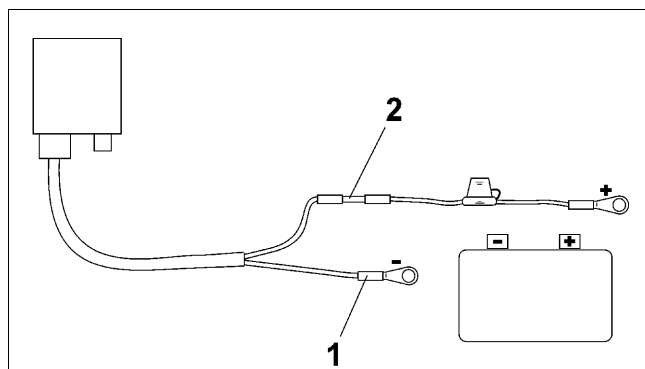

Рис. 4
- Синюю жилу кабеля (масса) введите в свободное кольцо (Рис. 4/1).
- Коричневую жилу кабеля (+ 12 Вольт) введите в свободный конец стыкового соединителя (Рис. 4/2).
- Усадите стыковое соединение (Рис. 4/2) при помощи источника тепла (зажигалки или фена), так чтобы вышел клей.